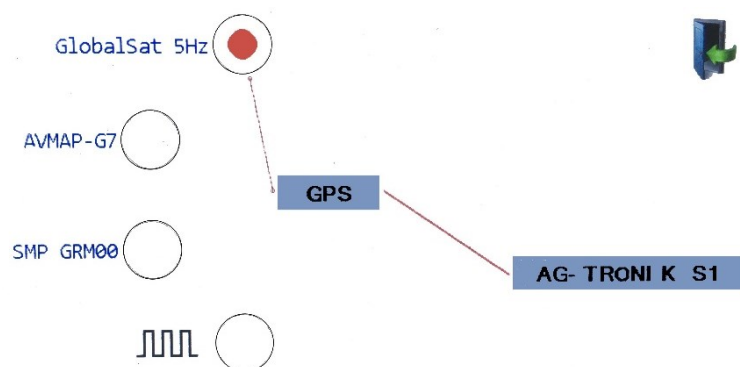

Bild 27
- Im Hauptmenü (Bild 10)  auswählen und GloabalSat 5Hz markieren (Bild 27).